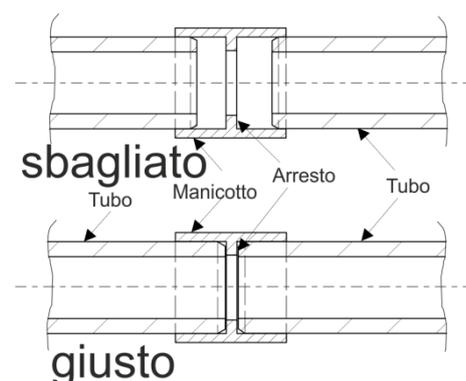

Fig. 20 Assemblaggio dei tubi
- I singoli pezzi di tubo vengono collegati mediante raccordi. A seconda del materiale dei tubi utilizzati, si usa il procedimento adesivo secondo il cap. 5.5.2 o 5.5.3, oppure la pressatura secondo il cap. 5.5.4. I tubi vanno spinti nei raccordi fino all'arresto, **Fig. 20**.